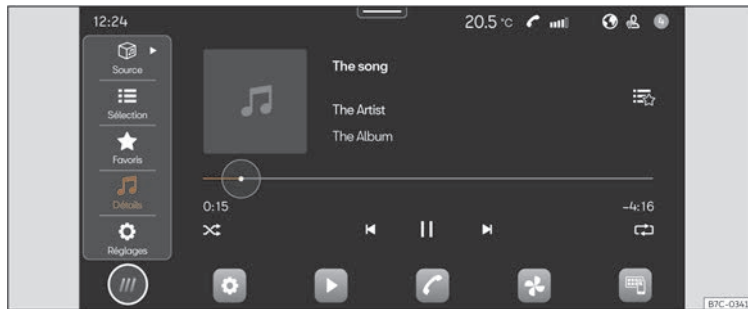

Fig. 157 Représentation schématique : Vue Multimédia.
- Appuyez sur **ACCUEIL** > ► >>> **fig. 157**.